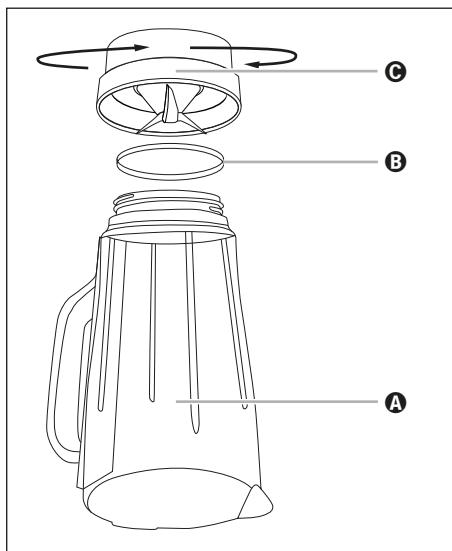

Fig. 4
- 2) Dé la vuelta al aparato y gire la pieza de plástico Ⓒ del vaso ③ en sentido antihorario para poder desmontarla de la pieza de vidrio Ⓐ del vaso ③ (consulte la fig. 4).
- 6) Si está desmontado, vuelva a montar el anillo hermético Ⓑ correctamente en la pieza de plástico Ⓒ. Tras esto, vuelva a colocar la pieza de plástico Ⓒ del vaso ③ sobre la pieza de vidrio Ⓐ del vaso ③ y gire la pieza de plástico Ⓒ en sentido horario hasta que quede fija.